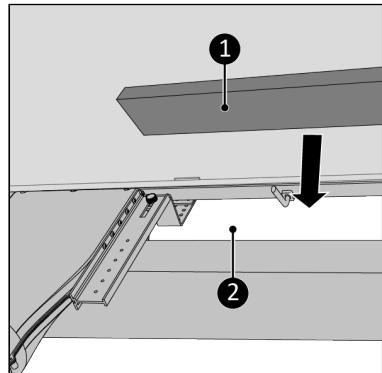

Abbildung 154.
15. Füllen Sie die Freiräume (Abbildung 154, Pos. 1) mit dem gelieferten Isolierschaum (Abbildung 154, Pos. 2) auf, schneiden Sie den Schaum ab, falls notwendig*.